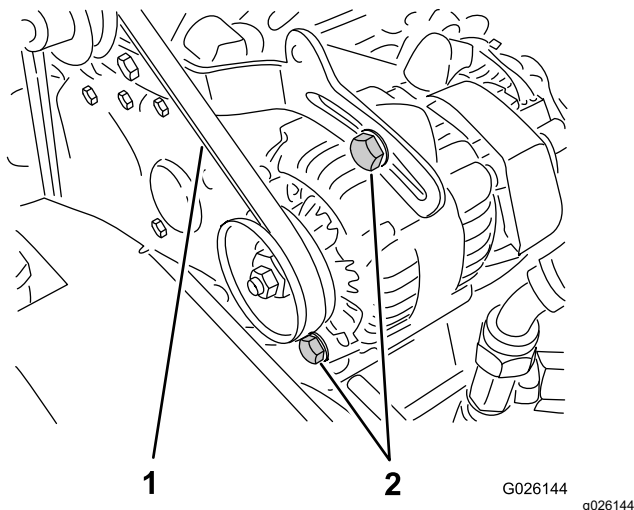

図 67
2. クランクシャフトとオルタネータのプーリ間の中央でベルトを指で押してベルトの張りを点検する 押す力は10kg程度(図 67)。
A. オルタネータの取り付けボルト 2 本をゆるめる 図 67。
- B. エンジンとオルタネータの間にボールを入れて適当な張りに調整し、取り付けボルトを締め付ける 図 67。